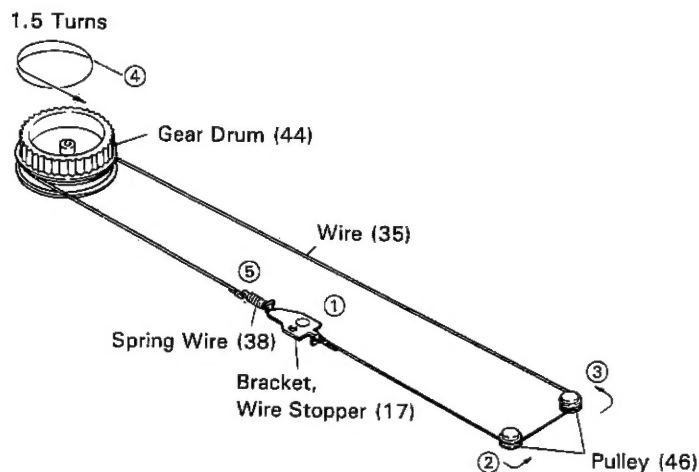

Figure 6-2
⑤ STRINGING OF PLAYER WIRE
1. Stretch the wire in the numerical order — as shown in Figure 6-2.
④ SPANNEN DES PLATTENSPIELERDRAHTS
1. Den Draht in der numerischen Reihenfolge wie in Abbildung 6-2 gezeigt spannen.
⑥ PASSAGE DU FIL DU LECTEUR
1. Tendre le fil dans l'ordre numérique comme l'indique la Figure 6-2.